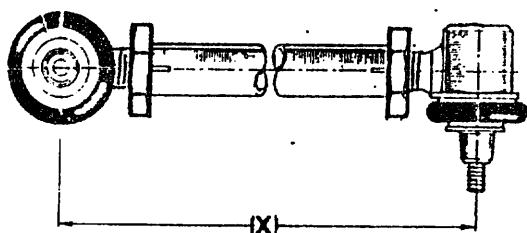

Fig. 6A.6-5
Monte las rótulas sobre la barra, situándolas a la medida (X). Dicha medida se tomó sobre el conjunto barra y rótulas desmontado (ver Fig. 6A.6-3).